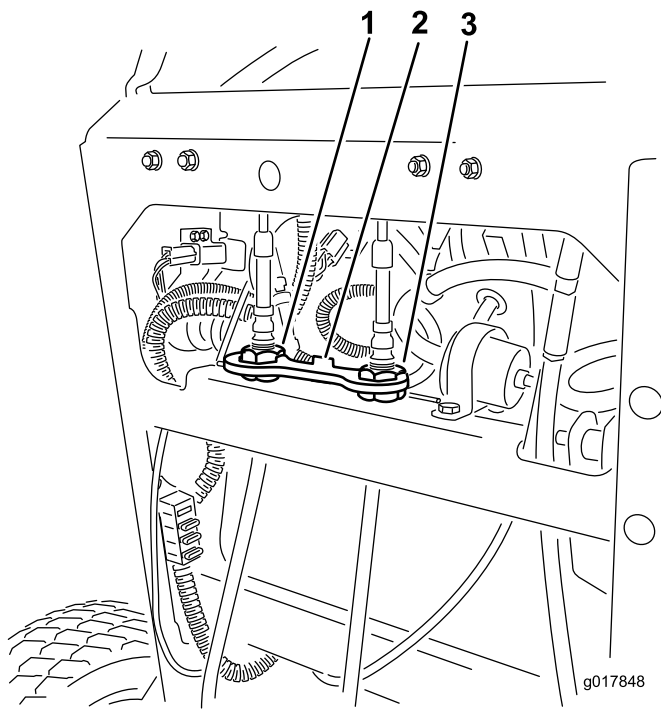

Figure 71
- Soulevez et retirez la retenue de câble qui fixe les écrous de réglage du câble (Figure 71).
- Placez la retenue de câble sur les écrous de réglage de câble pour fixer le réglage (Figure 71).